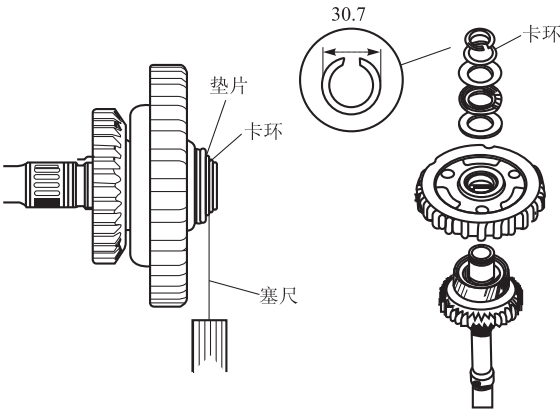

图 2 - 14 行星齿轮架间隙的检测
- ② 拆下手动阀。
- ③ 检查所有零件是否磨损或损坏，如果磨损或损坏，则应更换。倒挡限制阀弹簧的直径为 1.1 mm，外径为 7.0 mm，自由长度为 46.8 mm，圈数为 21.4 圈。如果弹簧参数与标准不符，则更换。
④ 用溶剂或化油器清洗剂彻底清洗所有零件，然后用压缩空气吹干，吹净所有的油道。
⑤ 组装时在所有零件上涂自动变速器油，然后按照与拆卸时相反的顺序进行组装。
(5) 行星齿轮架间隙的检测
① 使用塞尺测量 25 mm × 31 mm 止推垫片与卡环之间的间隙，至少应测量 3 个位置，取平均值作为测量结果。标准值应为 0.05 ~ 1.115 mm。如果测量结果不在标准范围内，则拆下 25 mm × 31 mm 止推垫片，测量其厚度，如图 2 - 14 所示。